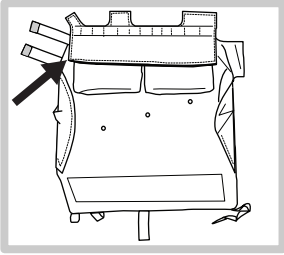

図 1
1. フラップを動かして、内側のポケットを覆っているが、メイン/外側のフラップを完全に超えないようにします (図1)。